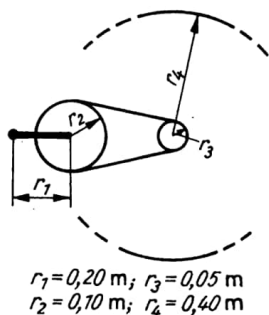

Bild 46
- 3.77 Berechnen Sie die maximale Kraft, die an der Tretkurbel eines Fahrrades (Bild 46) wirken kann, wenn die Kraftübertragung zwischen Reifen und Straße ohne Gleiten erfolgen soll. Das Hinterrad ist durch die Gewichtskraft des Fahrers und des Rades mit 600 N belastet. Die Haftreibungszahl beträgt 0,30.